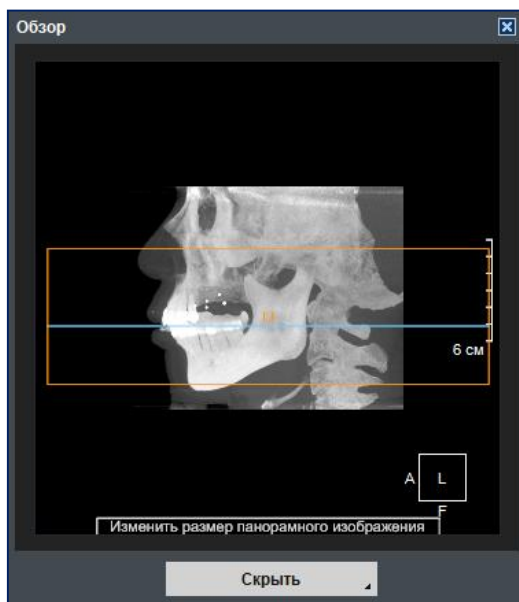

Рис. 98. Изображение Scout (Предварительный вид)
**Scout (Предварительный вид).** Пользователи могут использовать изображение Scout (Предварительный вид) в качестве ориентира при переключении на другой срез в аксиальной проекции или при повторном разделении данных на срезы так, чтобы включить меньший объем от всех данных КТ. Если на панорамном изображении отображается слишком большой участок полости, с помощью этого инструмента можно скорректировать исследуемую область, как показано на рис. 98.
Как видно из рис. 98, синяя линия относится к положению среза в аксиальной проекции. Участок внутри оранжевого прямоугольника — это область, интересующая пользователя. Если обзор всего черепа не нужен, пользователи могут задать собственную исследуемую область, увеличивая или уменьшая оранжевый прямоугольник.
Загрузите STL-файл внутриротовой/3D-модели прямо из DBM или нажмите на кнопку  в нижнем правом углу (см. рис. 98 — выделены красным и синим цветами, соответственно) и найдите файл на своем ПК.